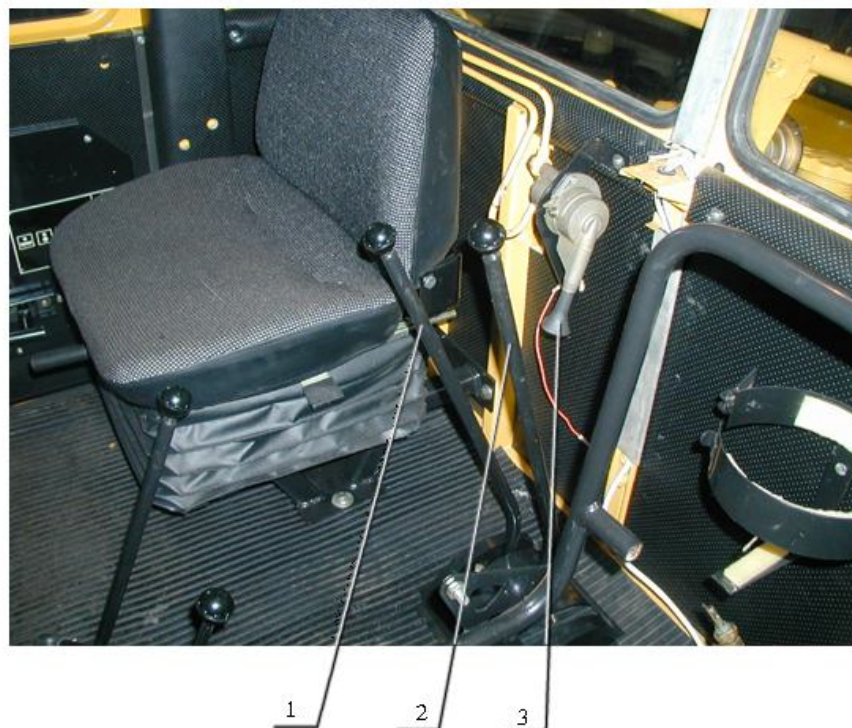

Рис. 10. Оборудование кабины
## 3 - Рукоятка управления тормозами прицепов при движении и на стоянке (рис.10).
**Рычаги (по ходу трактора - правый - 1, левый - 2) (рис. 10) гидрораспределителя гидросистемы навесного устройства имеют четыре фиксированные позиции (рис. 14):** вперед по ходу трактора соответственно - "Подъем", "Нейтральная", "Опускание принудительное" и "Плавающая". Из позиции "Подъем" и "Опускание принудительное" рычаг автоматически возвращается в позицию "Нейтральная" при выходе из фиксированного положения вручную или окончания рабочего хода гидроцилиндра.